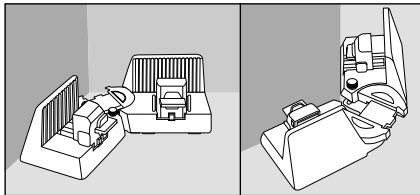

Fig. 4
- ◆ Coloque el producto en una esquina o alrededor de una esquina para medir el ángulo interno o externo. Los brazos móviles 1 deben quedar colocados de forma plana sobre la pared (consulte la fig. 4).